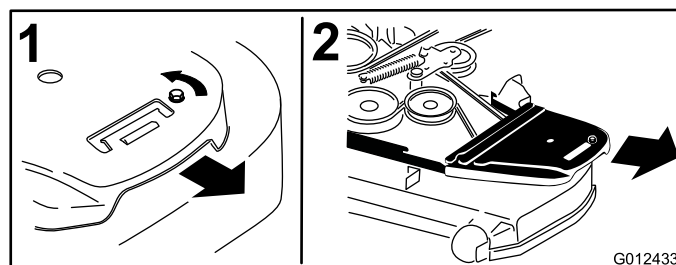

Figura 57
4. Rimuovete i paracinghia e i relativi bulloni (Figura 57).